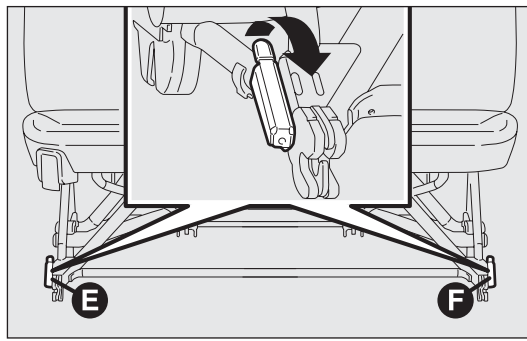

рис. 37
- из вертикального положения поверните рычаги Е и F – рис. 37 вверх;